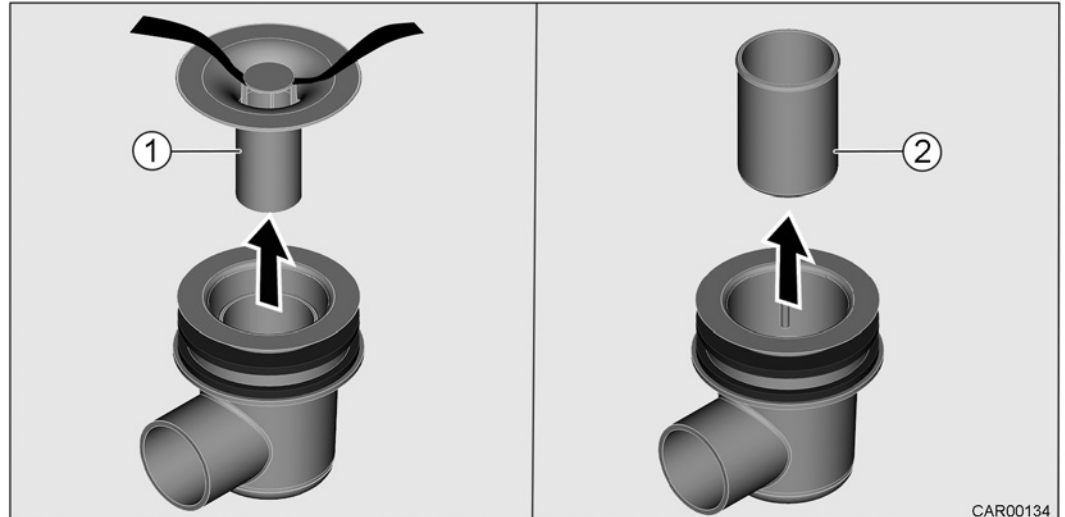

Fig. 170 Siphon (siphon, douche), variante avec parement chromé
1. Enfiler un bout de ficelle à travers le capuchon (Fig. 170/1), tirer prudemment le capuchon vers le haut et l'enlever.
2. Tirer le gobelet (Fig. 170/2) vers le haut et l'enlever.